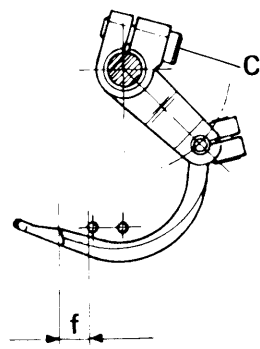

Fig. 32
2. (quota "f") Per ottenere la quota "f" allentare la vite C (fig.32) e ruotare il porta crochet
2. (distance "f") To obtain distance "f", slacken screw C (fig.32) and turn looper holder.